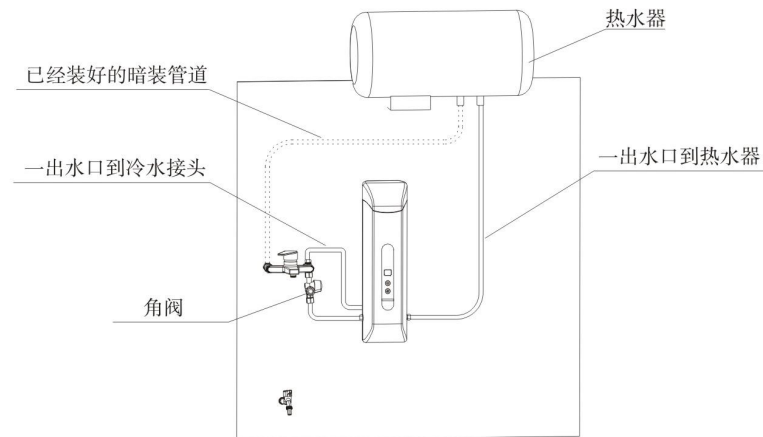
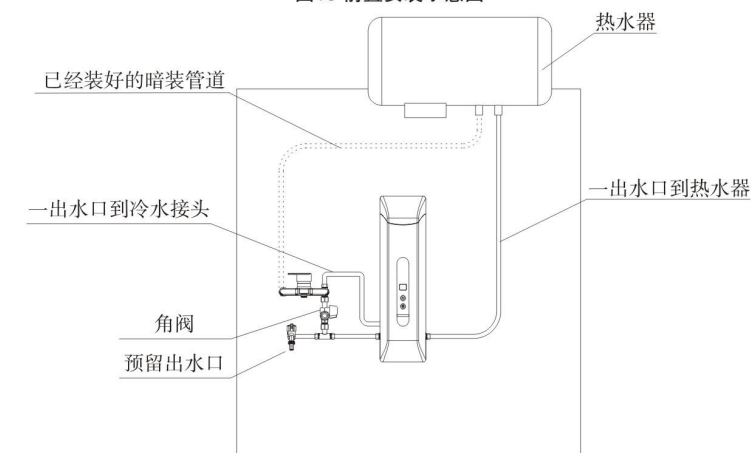

图19 前置安装示意图
图20前置安装预留出水口示意图
3、用编织软管或者波纹管将进水水源与主机的进水口连接，一出水口接到热水器的进水口，另一出水口接到混水阀的冷水端。考虑到本型号的产品在再生阶段出水口不出水，建议在再生阶段需要用水的用户在安装管道时预留备用出水口，以方便生活用水。此处列举的常见的安装示意图供客户参考，如图19、图20所示。其中冷水接头的详细安装图示如图21所示。（图示见下一页）